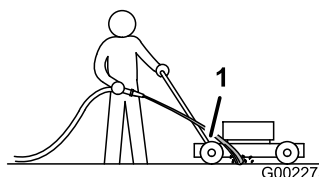

Рисунок 19
3. Удерживая садовый шланг на уровне рукоятки, направьте поток воды на землю непосредственно перед правым задним колесом (Рисунок 19).